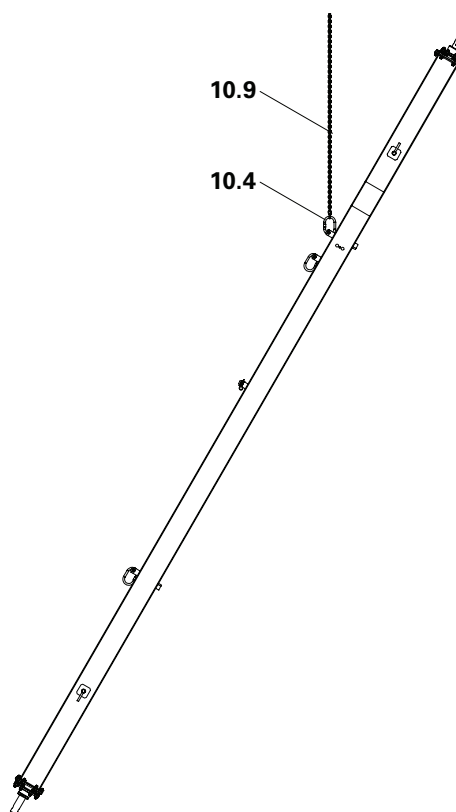

Fig. A3.12
4. Avvicinare il puntello alla cassaforma con la gru. (Fig. A3.12)